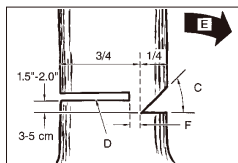

Fig. 11B
AVVERTENZA: Non passare mai davanti a un albero che è stato intagliato. Eseguire il taglio di abbattimento (D) sull'altro lato dell'albero e circa 3-5 cm al di sopra del bordo della tacca (C) (Fig. 11B)